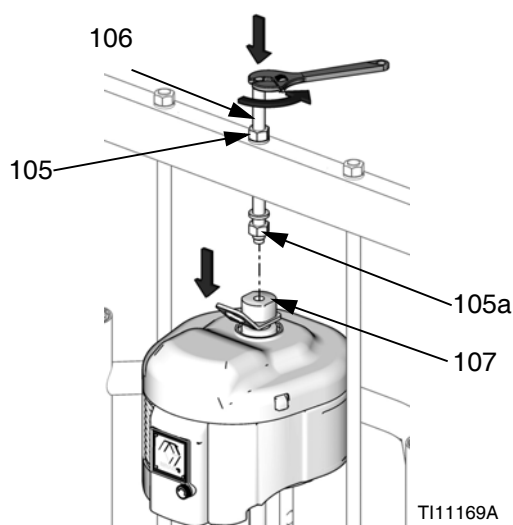

ABB. 24: NXT 2200-6500 mit 55-Gallonen-Folgeplatte
- a. Für NXT 2200-6500 mit 55-Gallonen-Folgeplatte (D200 3"-Zufuhrgeräte und D200s 6,5"-Zufuhrgeräte): Mutter (105a) unter Querbalken lösen. Transportring-Adapter (107) mit Schraubenschlüssel fixieren und Gewindestange (106) über dem Querbalken mit einem anderen Schraubenschlüssel lösen. Siehe ABB. 24.